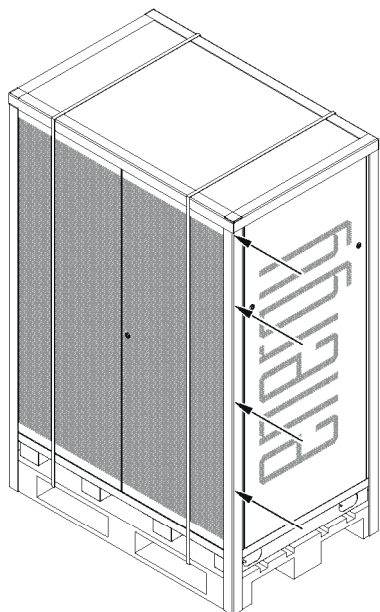

Fig. 4.17
3. Rimuovere lo strato di film estensibile lungo tutta l'altezza dell'imballo in corrispondenza a uno dei quattro angoli (Fig. 4.17).